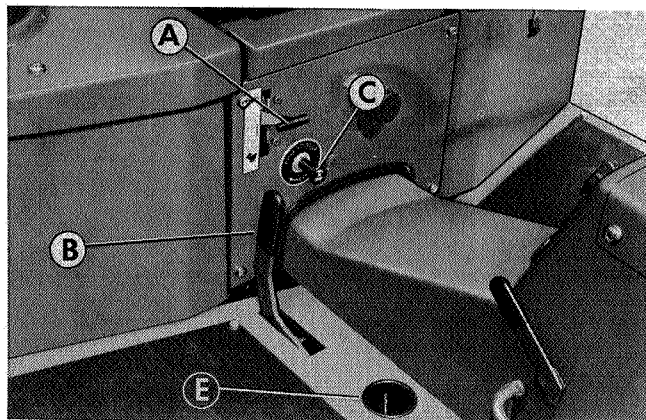

Abb. 30
1. Remove the cap (A) from the tee connection and drain the fluid from the differential gearbox.
2. Remove the oil filter (B) and replace it with a new filter.
3. Re-fit cap (A) to tee connection.
4. Remove dipstick (E Fig 30) and refill the gearbox with new Shell Donax TF oil to the correct level on the dipstick. Capacity 4.5 litres (8 pints) 4.8 US quarts.
1. Check level of oil in differential gearbox. If necessary top up to correct level on dipstick (E Fig 30). (See also note under "Hydrostatic axle" page 46).
1. Deckel (A) von der T-Verbindung abnehmen und Flüssigkeit aus dem Differentialgetriebe ablassen.
2. Ölfilter (B) entfernen und durch neuen Filter ersetzen.
4. Ölstab (E Abb. 30) entfernen und das Getriebe mit neuem Shell Donax TF bis zum angezeigten Niveau anfüllen. Fassungsvermögen 4,5 Liter.
1. Ölstand im Differentialgetriebe prüfen. Gegebenenfalls auffüllen. Siehe Markierung auf Ölstab (E Fig. 30). (Siehe hierzu auch Angaben unter "Hydrostatische Achse" auf Seite 46).
1. Enlevez le bouchon (A) du raccord en té et vidangez le fluide de la boîte du différentiel.
2. Retirez le filtre à huile (B) et remplacez-le avec un nouveau.
3. Remettez le bouchon (A) du raccord en té.
4. Retirez la jauge (E Fig.30) et remplissez la boîte d'huile Shell Donax TF jusqu'au niveau correct sur la jauge. Capacité 4.5 litres (8 pints) 4.8 quarts US.
1. Vérifiez le niveau de l'huile dans la boîte du différentiel. Si nécessaire, remettez au niveau correct sur la jauge (E Fig.30). (Voir aussi note pour l'essieu hydrostatique page 46).